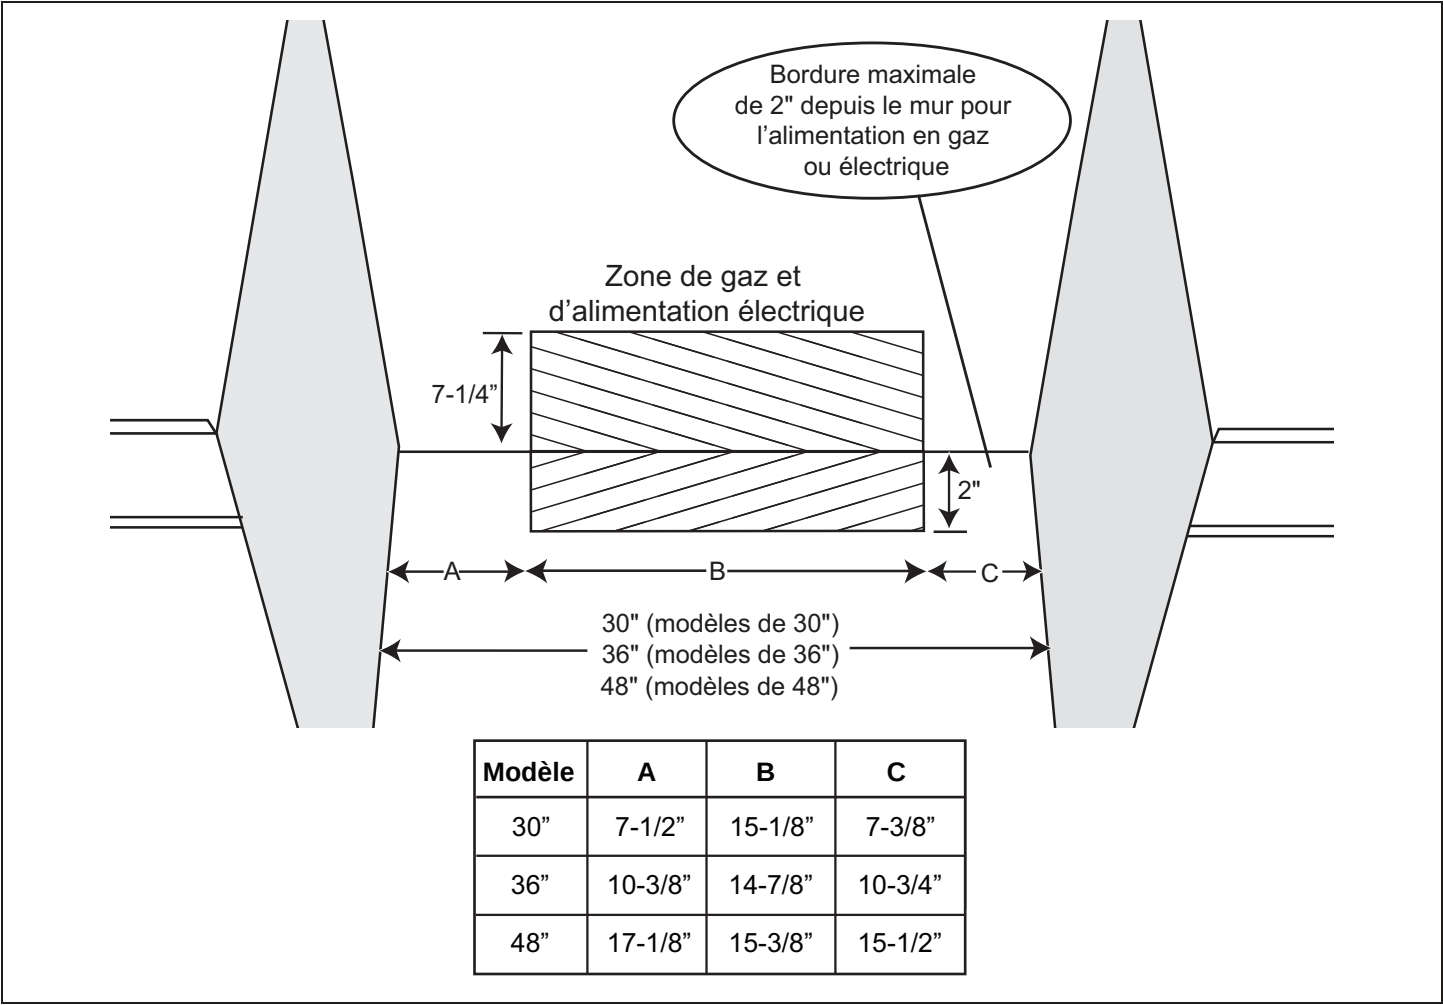

Figure 3a : Emplacements de l'alimentation en gaz et électrique pour toutes les cuisinières au gaz
3. entrées d'électricité et de gaz doivent se trouver dans les zones indiquées à la Figure 3a.